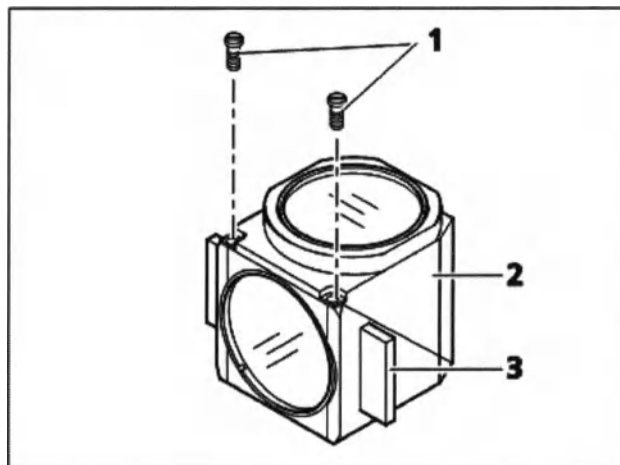

Рис. 38
- Отверткой выкрутите оба шлицевых винта (рис. 38/1).
- Удерживая обе половинки корпуса модуля рефлектора вместе [эмиссионную половину (рис. 38/2) и половину возбуждения (рис. 38/3)], поверните его в положение, противоположное положению для установки, и отложите модуль.
- Переместите половину поля возбуждения (рис. 38/1), находящуюся сверху, и извлеките ее из фиксаторов (рис. 38/5b) нижней половины (эмиссионной) (рис. 38/4).
- Снимите светоделитель (рис. 38/2) и пружинную рамку (рис. 38/3) с нижней половины модуля.
- Снимите старый светоделитель и осторожно установите новый на пружинную рамку (рис. 38/3) отражающей стороной вверх. Установите обе детали в нижнюю половину модуля. Убедитесь, что боковая защелка пружинной рамки расположена в соответствующем пазу в нижней половине модуля.
- Поместите половину поля возбуждения модуля (рис. 38/1) на эмиссионную половину (рис. 38/4) (фиксаторы рис. 38/5b входят в отверстия рис. 38/5a). Удерживая обе половинки корпуса, поверните модуль обратно в положение для установки.